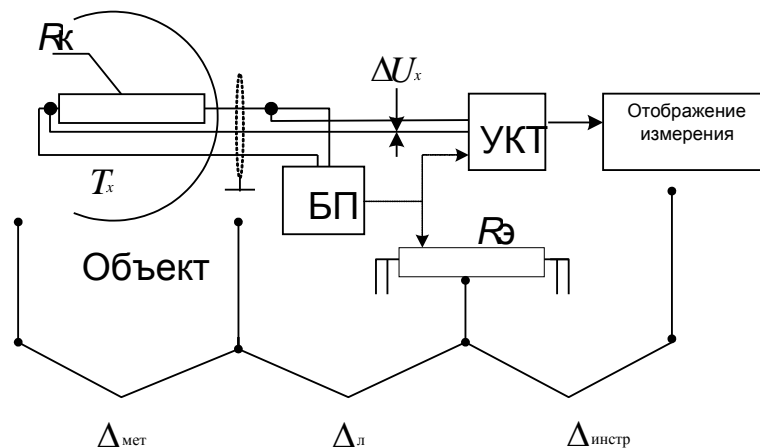

Рис. 1. Схема поверки измерительного канала:
Схема измерительного канала температуры на основе термопреобразователя Метран 271(274, 276) приведена на рис. 1.
1. Описать последовательность калибровки термопреобразователя R_k (рис. 1) (ГОСТ Р 8.596-2002).
1. Описать последовательность определения класса точности термопреобразователя R_k (рис. 1) (ГОСТ 8.401-80).
1. Перечислить причины возникновения погрешностей на различных участках канала измерения на основе термопреобразователя (рис. 1): на уровне датчика, на линии передачи сигнала и на уровне контроллера (ГОСТ Р 8.563-96).
1. Назначить номенклатуру метрологических характеристик ИК (рис. 1).